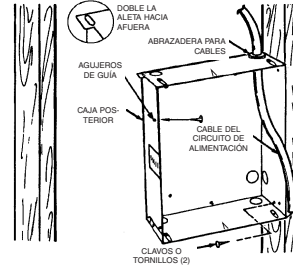

Figura 1
1. Determine cuál de los lados de la caja posterior va a montarse contra un travesaño, y doble las aletas de los ángulos posteriores 90° hacia afuera, de manera que la caja quede escuadrada con el travesaño después de la instalación. (Vea la Figura 1).
3. Posicione la caja posterior contra un lado de los travesaños, y asegúrela mediante clavos o tornillos, como se muestra en la Figura 1.
**NOTA:** en los lados de la caja posterior se han provisto agujeros de guía para tornillos para chapa n.º 8. Después de haber terminado la pared o el cielorraso, inserte un tornillo para chapa n.º 8 (longitud recomendada: 1" / 25 mm) a través del lado de la caja que no está montado en el travesaño. Esto impedirá que la caja salga hacia afuera cuando se instale el conjunto de calefactor. (Vea la Figura 1).